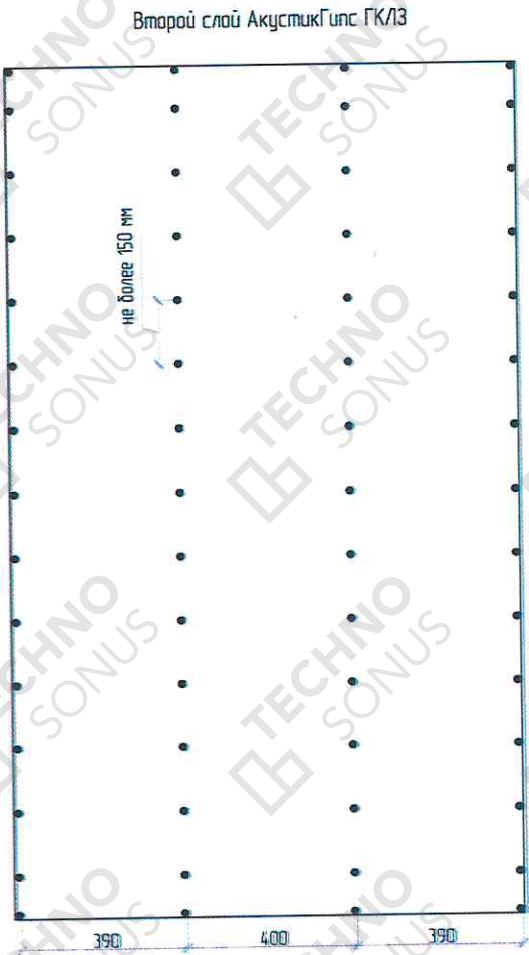

Рисунок 21 – Схема расположения саморезов на финишном слое АкустикГипс ГКЛЗ
6.14. Установить и закрепить финишный слой листов АкустикГипс ГКЛЗ. Шаг саморезов не более 15 см по основному профилю – вдоль утопленной кромки (рисунок 21). Первый лист не должен начинаться с утопленной кромки от угла и не должен заканчиваться ей же. Стыковка листов АкустикГипс ГКЛЗ возможна только по утопленной кромке или по подрезанному краю. Не допускается стыковка утопленной кромки и отрезного края. Швы между листами не заполняются виброакустическим герметиком Сонетик. Для фиксации финишного (второго) слоя АкустикГипс ГКЛЗ применяются саморезы ТС-XTN F 3,9х41. Шляпка самореза не должна быть утоплена в слой гипса более чем на 1 мм. Саморезы